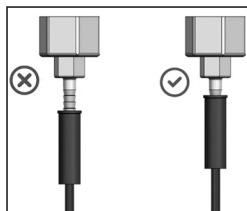

Abb. 1
2. Den/die Konnektor/en A und B für die Abgabe des Sauerstoffs an den/die Durchflussmesser (siehe Abb. 1) anschließen. Den einwandfreien Anschluss der Schläuche prüfen, bevor die Abgabe der Therapiegase gestartet wird.